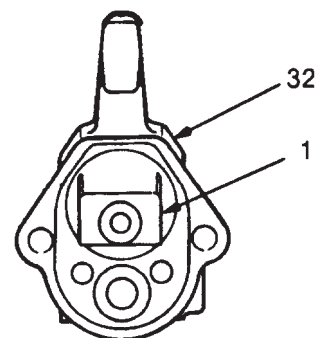

Fig. 20
NOTA: Ver Fig. 20 para la alineación correcta del cartucho de energía (1) en la empuñadura de la pistola (32).
5. Colocar la junta (4) en la empuñadura de la pistola (32).